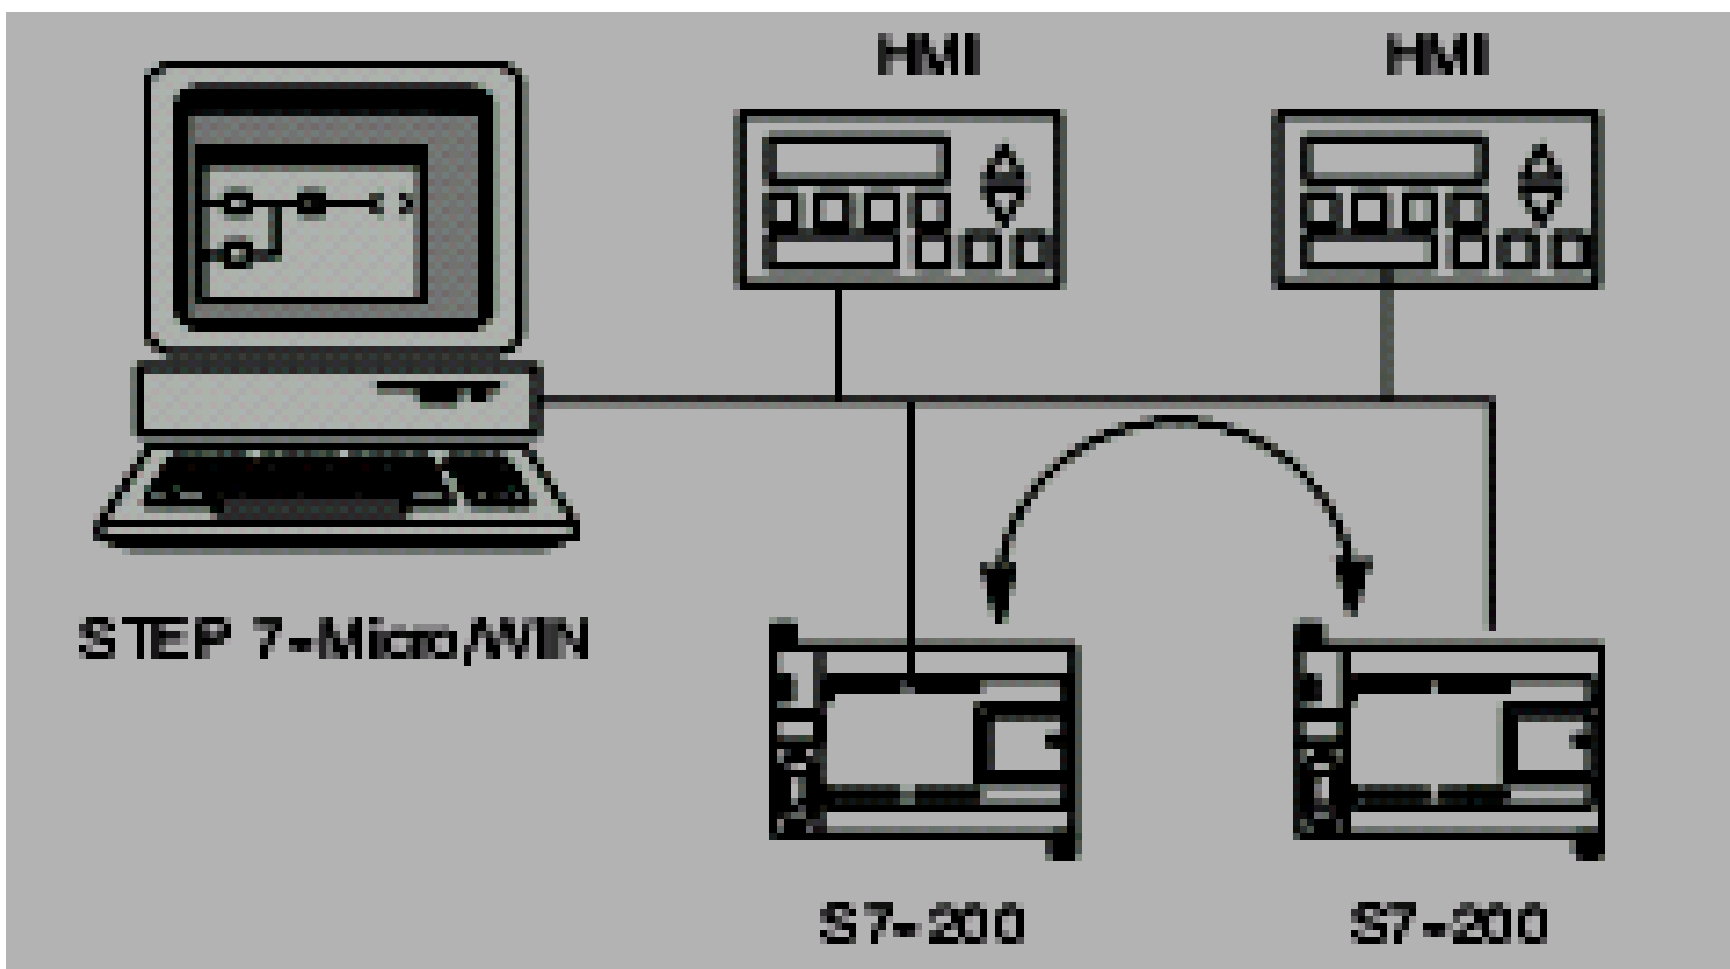

图7-14
- ◆图7-14中给出了另外一个带点对点通讯的多主网络的复杂PPI网络实例。在本例中，每个HMI监控一个S7--200 CPU。S7--200 CPU使用NETR和NETW指令相互读写数据（点对点通讯）。